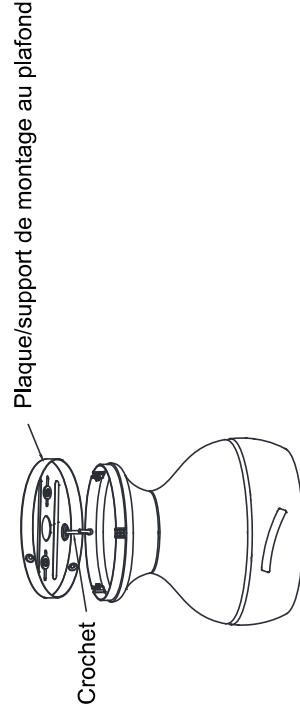

Fig. 6
Étape 2. Accrocher le moteur à la plaque/support de montage au plafond tel qu'illustré. Vous pouvez maintenant procéder au câblage électrique de votre ventilateur (**Fig. 6**).